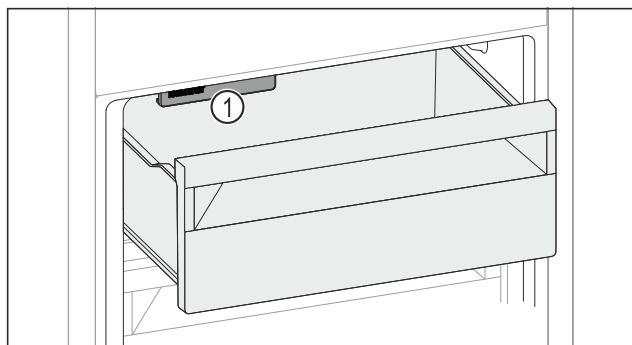

Fig. 69
- IceMaker Fig. 69 (1) berücksichtigen.